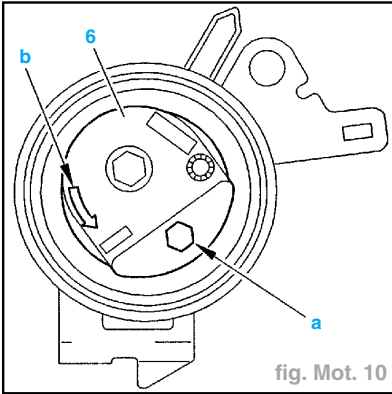

fig. Mot. 10
- Tourner le galet tendeur (6) dans le sens de la flèche "b" ; à l'aide d'une clé pour six pans creux en "a" (fig. Mot. 10).